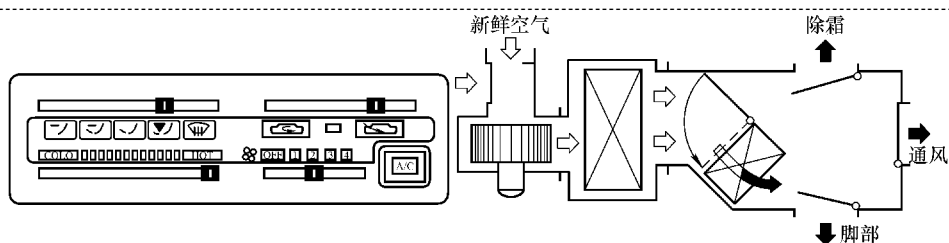

图 8-9 除霜/脚部通风示意图
(4) 除霜/脚部 如图 8-9 所示，该位置应该用于冬季天气寒冷时加热乘客舱。此时，温度控制风门处于最热的位置，即气流全部通过加热器芯进行加热。在加热脚部的同时，一部分空气被输送到除霜器，所以前部和侧面车窗不易结雾。